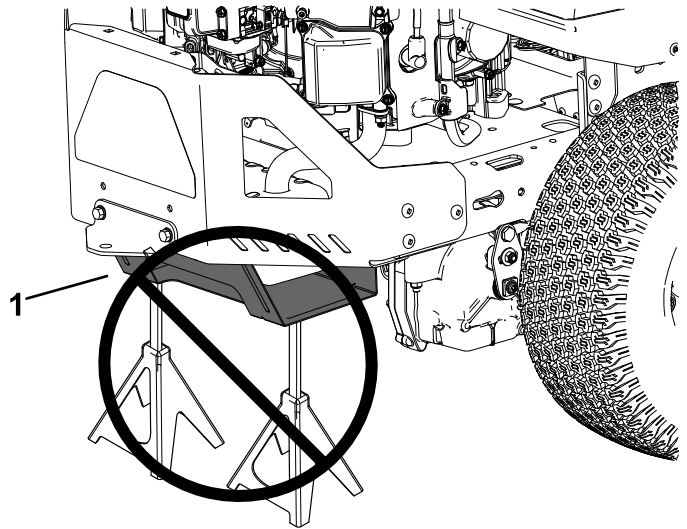

Figure 36
Si vous soutenez la machine au niveau de la protection inférieure du silencieux (Figure 36), la protection risque d'être endommagée et la machine peut tomber et vous blesser ou blesser d'autres personnes.
4. Desserrez le collier de flexible et retirez l'élément en papier (Figure 36).